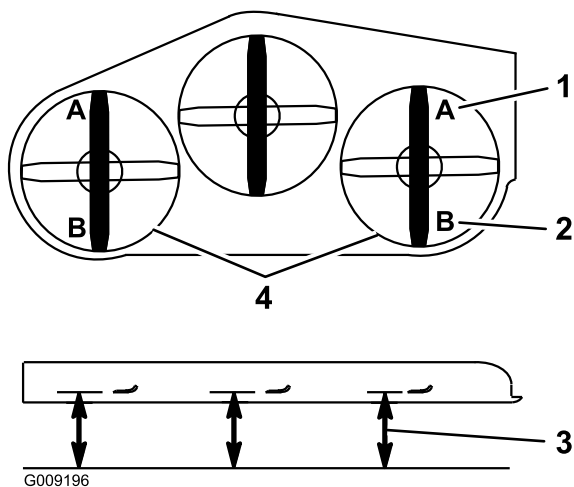

Figure 93
Remarque: La distance obtenue doit être de 7,6 cm (3 po), comme montré à la Figure 93.
15. De chaque côté du tablier de coupe, mesurez la distance entre la surface plane et la pointe arrière de la lame (position B), comme montré à la Figure 93.